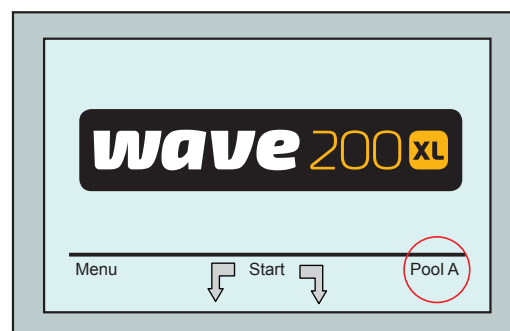

Figure 4 : Écran Wave montrant Pool A comme paramètre par défaut
1. Allez à l'écran Wave. Pool A s'affiche comme paramètre actuellement défini, comme le montre la Figure 4.